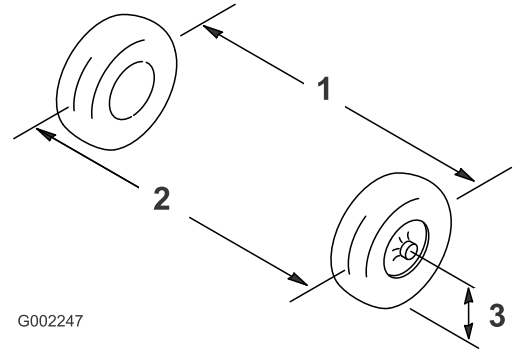

図 83
2. 前輪の前と後ろで、左右のタイヤの中央線間距離を測る計測はアクスルの高さで行う(図 83)。
8. ラジエーターのキャップを軽く締めてエンジンを始動する 図 83。